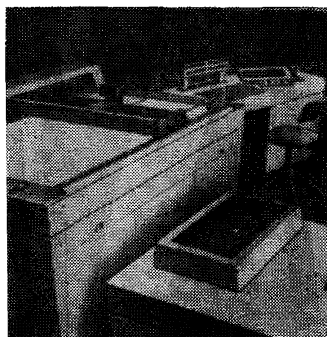

Рис. 44. Картимат III
8.14. Система картимат (рис. 44) предназначена для графической и цифровой обработки геодезических данных, выпускается в трех вариантах: картимат-I, картимат-II и картимат-III и представляет собой комплект устройств, основой которого является автоматический универсальный прецизионный координатограф.